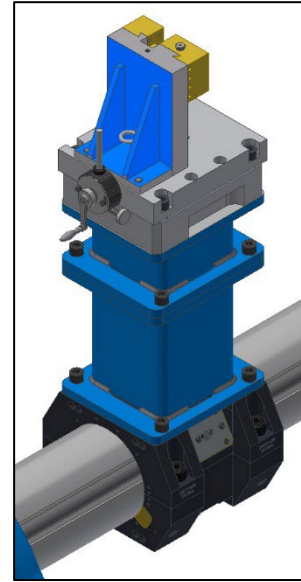

Abbildung 23. Planfräskopf mit Abstandshaltern am Werkzeugträger montiert
- b) Wenn mindestens ein Abstandshalter verwendet wird (siehe Abbildung 23), verwenden Sie die Handkurbel der Vorschubbox, um manuelle Einstellungen vorzunehmen und den automatischen Vorschub zu aktivieren. Die Vorschubhandkurbel ist ein Kombinationswerkzeug, das während des Betriebs am Planfräskopf befestigt bleibt (siehe Abbildung 27 auf Seite 36).